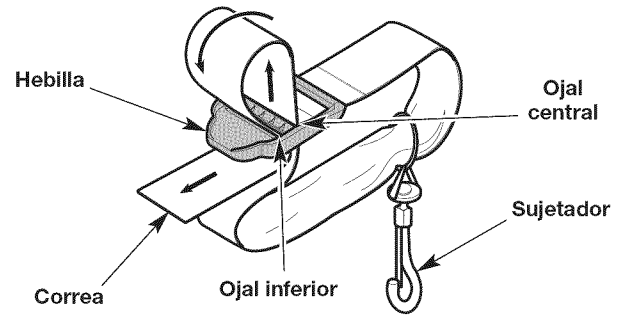

Fig. 8
1. Haga pasar la correa hacia arriba por el ojal central de la hebilla (Fig. 8).
2. Doble la correa sobre sí misma y hágala pasar por el ojal inferior de la hebilla (Fig. 8).